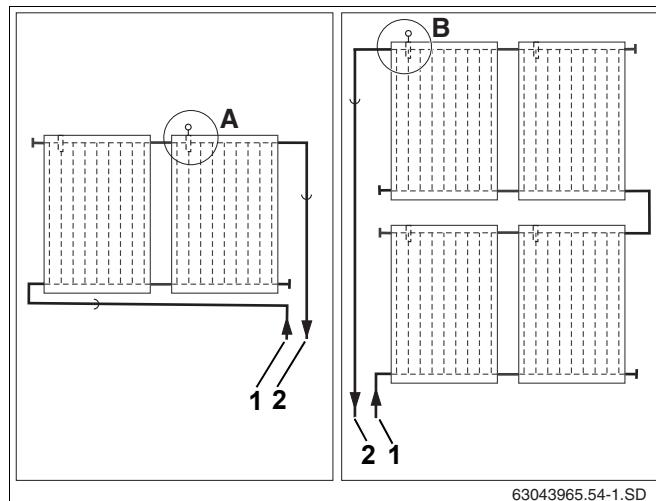

Рис. 32 Место установки датчика коллектора (схематическое изображение)
Обратите внимание на разные места установки при одно- и двухрядной коллекторной системе (рис. 32).
Датчик должен устанавливаться в коллектор, к которому подключена подающая линия (рис. 32, **поз. 2**).
- Место установки (рис. 32, **поз. А**) при однорядной коллекторной системе с правой подающей линией.
- Место установки (рис. 32, **поз. В**) при двухрядной коллекторной системе с левой подающей линией.